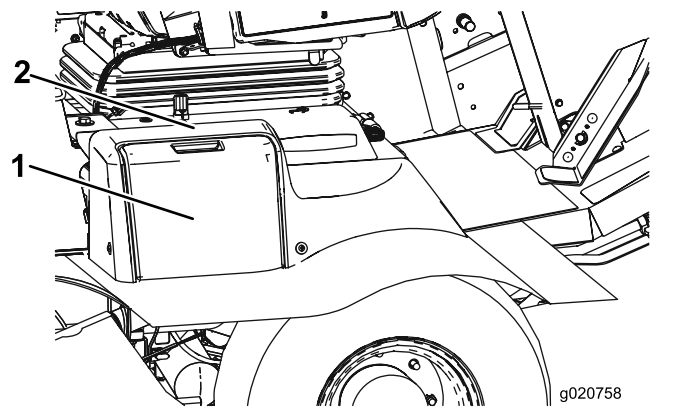

Figura 80
1. Abra a cobertura da bateria (Figura 80), no lado do resguardo.
Nota: Pressione a superfície plana por cima da cobertura da bateria para facilitar a remoção da cobertura (Figura 80).